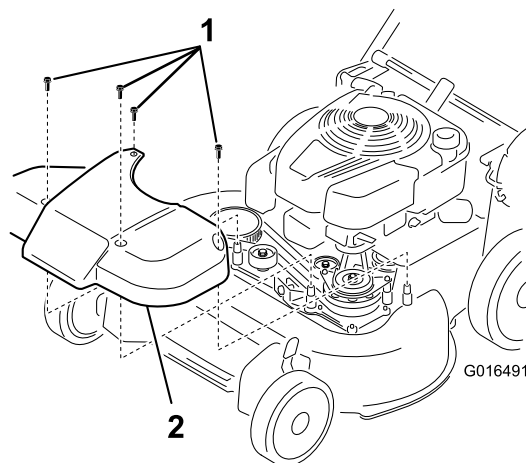

Рисунок 38
1. Снимите крышку системы привода ножей (Рисунок 38).